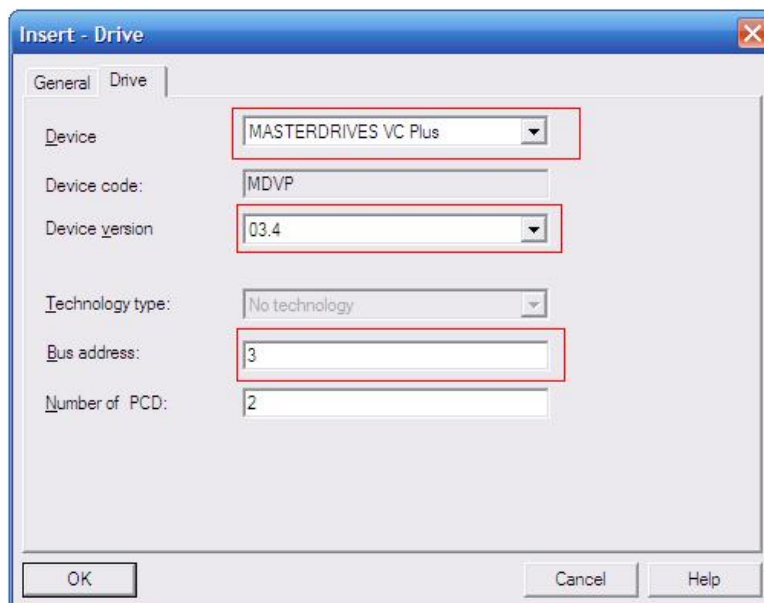

图 3
3) 然后，在弹出的对话框中选择对应的选项：在 **Device** 中选择变频器的类型，在 **Device Version** 中选择变频器的版本（可以参考变频器的参数 r0069），在 **BusAddress** 中设置变频器的 DP 地址，如图 3